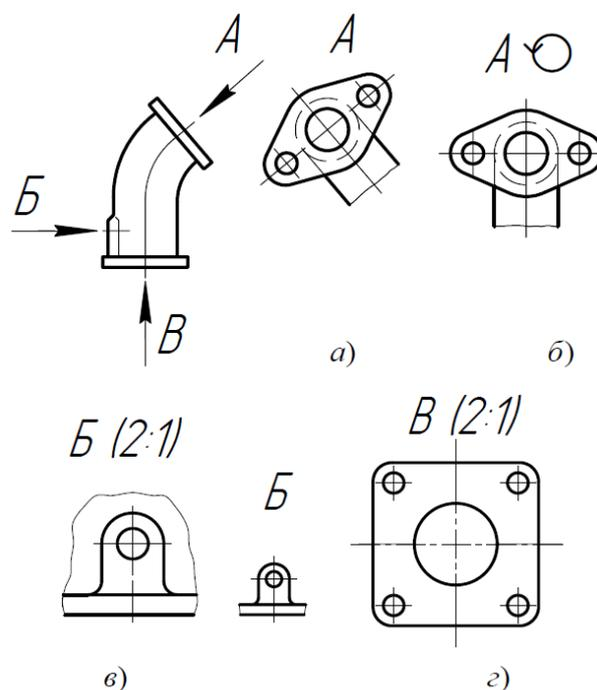

Рис. 28
**Местный вид** - изображение отдельного ограниченного места поверхности предмета на одной из основных плоскостей проекций. Местный вид можно располагать на любом свободном месте чертежа, отмечая надписью типа "А", а у связанного с ним изображения предмета должна быть поставлена стрелка, указывающая направление взгляда, с соответствующим буквенным обозначением (рис. 28 в, г, виды Б и В). Местный вид может быть ограничен линией обрыва, по возможности в наименьшем размере, или не ограничен (рис. 28).
**Дополнительные виды** - изображения, получаемые на плоскостях, непараллельных основным плоскостям проекций. Применяются в тех случаях, если какую-либо часть предмета невозможно показать на основных видах без искажения формы и размеров. Дополнительный вид отмечается на чертеже надписью типа "А", а у связанного с дополнительным видом изображения предмета ставится стрелка с соответствующим буквенным обозначением (стрелка А, рис. 28 а), указывающая направление взгляда. Дополнительный вид можно повернуть, сохраняя при этом положение, принятое для данного предмета на главном изображении. При этом к надписи "А" добавляется знак  $\curvearrowright$  (повернуто) (рис. 28 б).